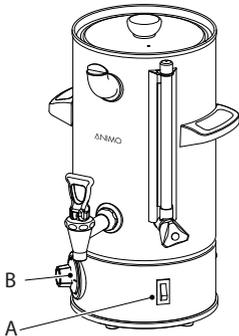

Abb. 5
- (Abb. 5) Bei 380V 2 Phasen (Kabel mit 4 Adern).